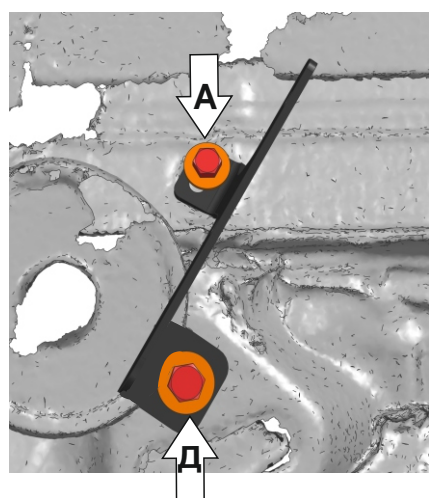

Рис. 4
5. Передний кронштейн установить, как показано на (Рис. 4). Переднюю часть закрепить болтом M8x30 с шайбой 8 ув. (А), заднюю часть закрепить болтом M10x30 с шайбой 10 ув. через проставку (Д) (при установленной защите топливных магистралей убрать проставку).